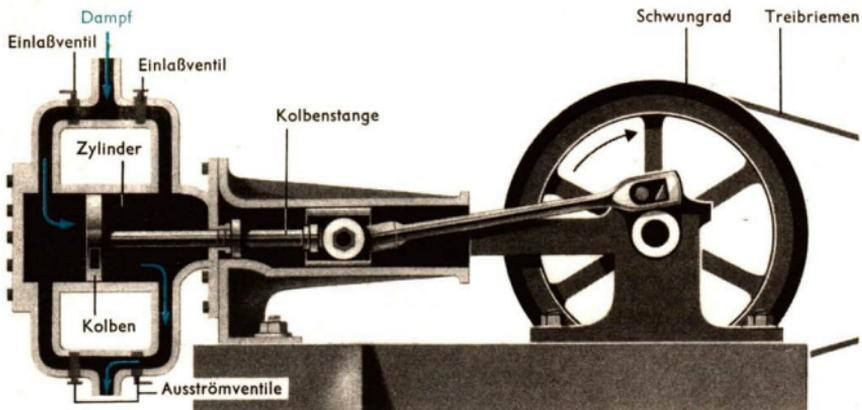

Bild 7/1 Schnitt durch eine Dampfmaschine von Watt. Der Dampf strömt abwechselnd durch das linke bzw. durch das rechte Einlaßventil in den Zylinder.
Im Jahre 1784 baute Watt eine verbesserte Dampfmaschine (Bild 7/1). Nach deren Prinzip wurden bis in unser Jahrhundert hinein alle weiteren Dampfmaschinen gebaut. Diese Dampfmaschine ermöglichte eine Drehbewegung als Antrieb. Dadurch wurde sie vielseitig einsetzbar und veränderte im Verlaufe des 18. und 19. Jahrhunderts viele Bereiche der Produktion und des Verkehrs. Beispiele für die Anwendung der Dampfmaschine sind auf der vorderen inneren Umschlagseite abgebildet. Als Würdigung der wissenschaftlichen und technischen Leistungen von Watt wird die Einheit der physikalischen Größe Leistung nach ihm benannt. ① ②